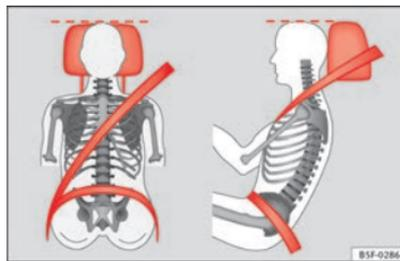

Fig. 3 Appuie-tête correctement réglé, vu de face et latéralement.
- Réglez l'appuie-tête de telle manière que son bord supérieur soit dans la mesure du possible à la même hauteur que la partie supérieure de votre tête, et au moins à la hauteur des yeux ⇒ fig. 3.